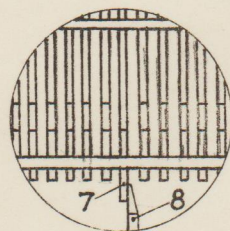

Bild 4
- b) beim Drücken der Tabulatortaste der Tabulatoranschlaghebel 8 den gesetzten Reiter 7 nicht löscht (richtige Stellung siehe Bild 4).
b) beim Drücken der Tabulatortaste der Tabulatoranschlaghebel 7 den gesetzten Reiter 6 nicht löscht (Abb. 4)
b) beim Drücken der Tabuliertaste die Tabulatoranschlagstange 14 den gesetzten Reiter 12 nicht löscht (Abb. 4).